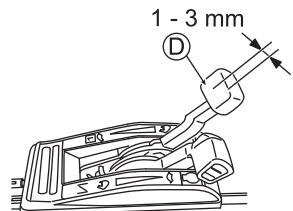

Abb. 27
Justieren sie das Spiel des Ganghebels (D), wie in Abb. 27 dargestellt, auf 1 - 3 mm.
- 3 Starten Sie den Motor und vergewissern Sie sich, dass die Geschwindigkeit sich ändert, wenn der Ganghebel (D) betätigt wird.